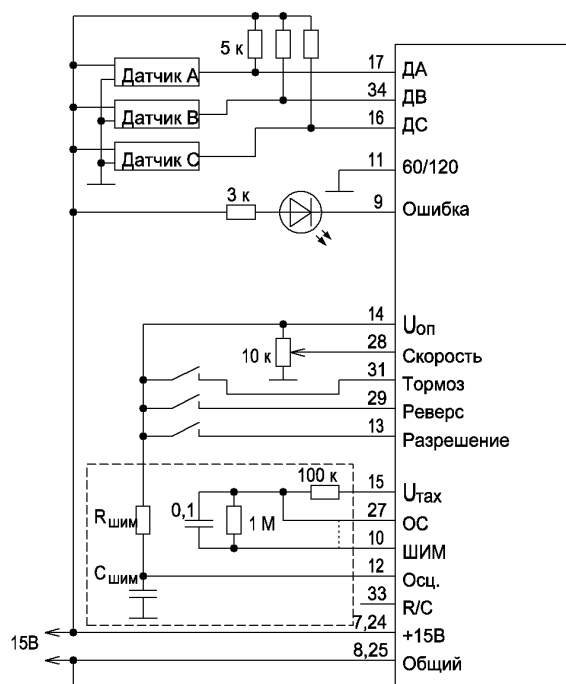
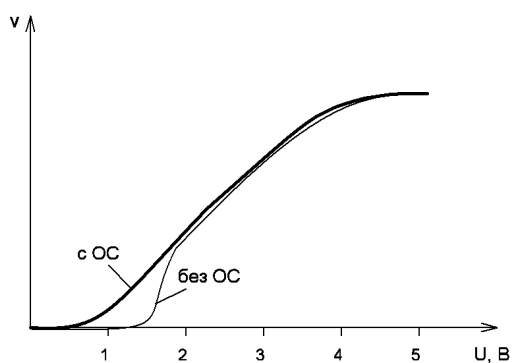

Рисунок 5.1 – Схема включения цепей управления МКВД «А» и «Д»
Рисунок 5.6 – Зависимость скорости вращения вала двигателя от напряжения на выводе «Скорость» с цепью обратной связи и без неё
В зависимости от типа управления модуля рекомендуются следующие схемы включения (рис.5.1 – 5.4).
**«Скорость».** Вход задания скорости вращения вала двигателя. Модуль осуществляет стабилизацию скорости вращения вала двигателя при изменении амплитуды напряжения питания. При установленной скорости вращения менее 50 % от максимальной скорость меняется не более  $\pm 5\%$ , при изменении напряжения питания  $\pm 50\%$ . При максимальной установленной скорости стабилизация осуществляется только при увеличении амплитуды напряжения питания (скорость меняется не более  $+5\%$ , при увеличении амплитуды не более  $+50\%$ ). Диапазон регулирования скорости лежит в пределах 0,5...4,5 В для вариантов управления «А», «Б», «В», «Г» и для других вариантов с введением во внешнюю схему управления обратной связи (см. рис.5.1 – 5.4). Если обратная связь для вариантов управления «Д», «Е», «Ж», «И» отсутствует (установлена переключка, как указано пунктиром на рис.5.1 – 5.4), то диапазон регулирования скорости будет лежать в пределах 1,5...4,5 В. Зависимость скорости вращения вала двигателя от напряжения на входе «Скорость» представлена на рис.5.6 и рис.5.7 (для вариантов управления «В» и «Ж»).
**«ДА», «ДВ», «ДС».** Входы датчиков положения ротора (ДПР). В качестве ДПР могут быть использованы датчики любого типа с напряжением на выходе +5...20 В. При подключении ДПР следует иметь ввиду, что входы «ДА», «ДВ» и «ДС» не подвязаны к напряжению питания, поэтому, если выход датчика представляет собой открытый коллектор, то данные входы необходимо соединить с выводом напряжения питания через резисторы, как указано на рис.5.1 – 5.4.